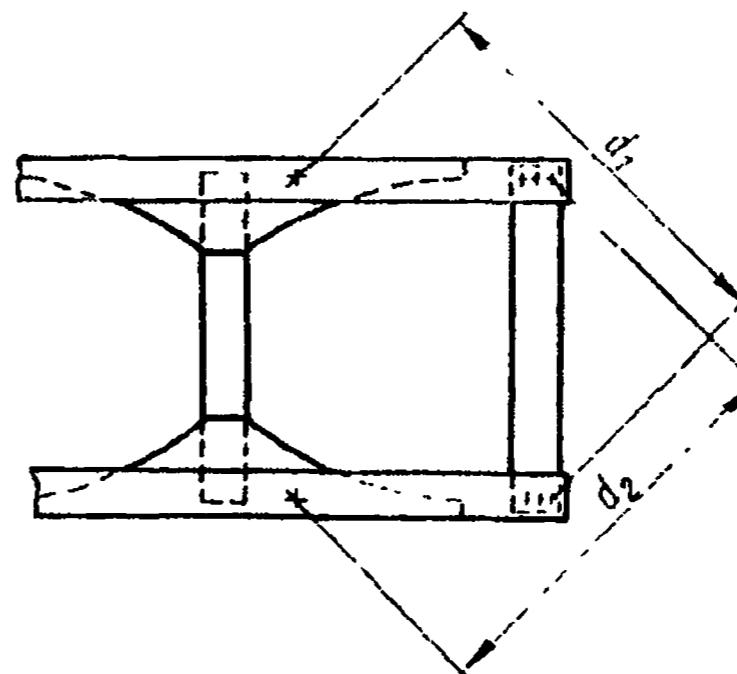

Рис. 370. Измерение продольного смещения лонжеронов
2. Разница перекрестных диагоналей ( $d_1 - d_2$ ) (рис. 370) между отверстиями крепления задней поперечины в нижней полке лонжерона и отверстиями под буфер заднего моста допускается не более 3 мм.